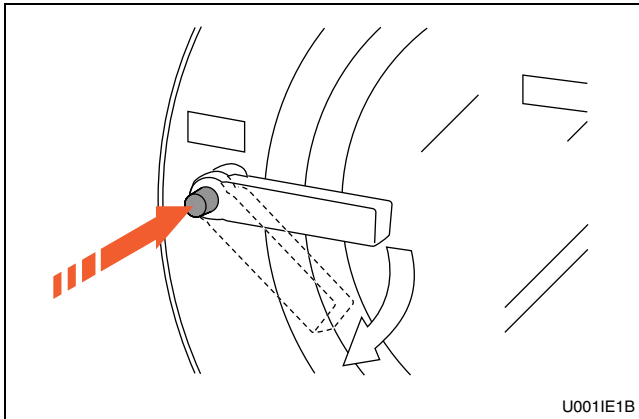

Figure 16
2. Appuyer sur le bouton et tourner la poignée dans le sens des aiguilles d'une montre pour ouvrir. Se reporter à la *Figure 16*.